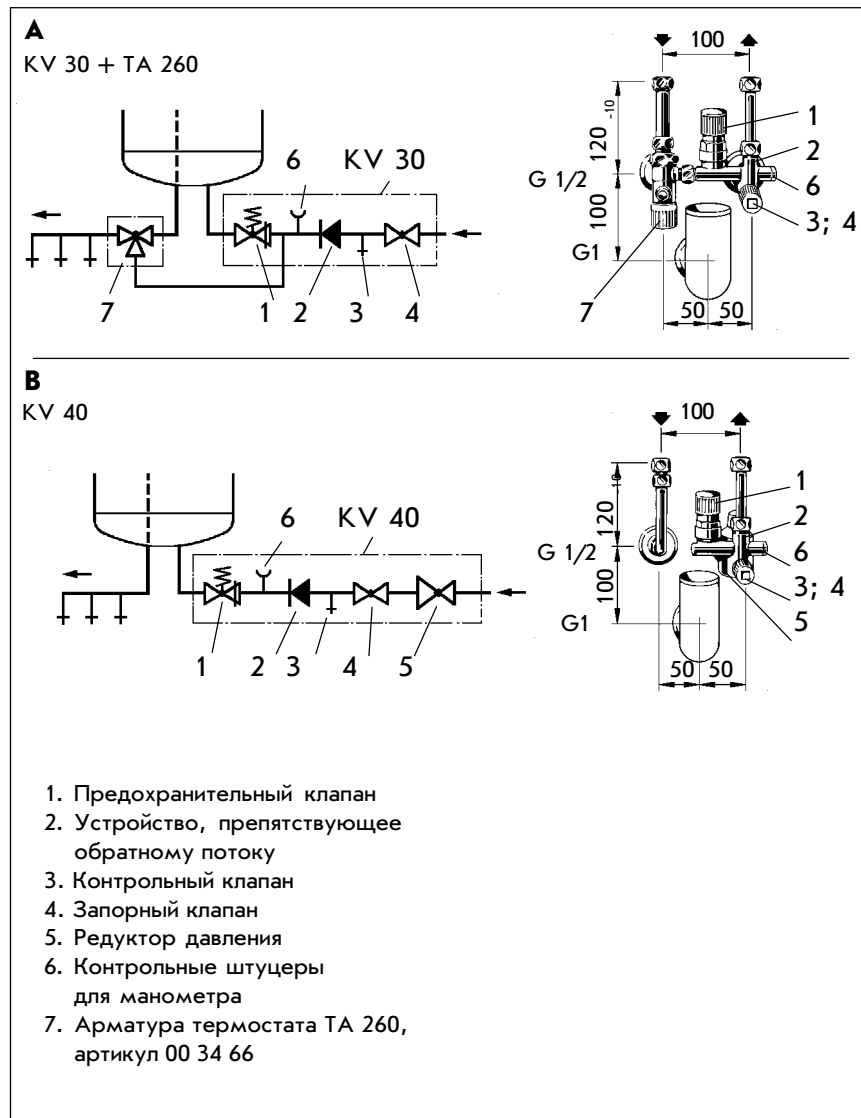

Рис. 7
- Рекомендуется устанавливать проверенные группы безопасности. KV 30, артикул 00 08 26, давление в водопроводной сети до 4,8 бар (рис.7, A) KV 40, артикул 00 08 28, давление в водопроводной сети до 10 бар (рис.7, B).